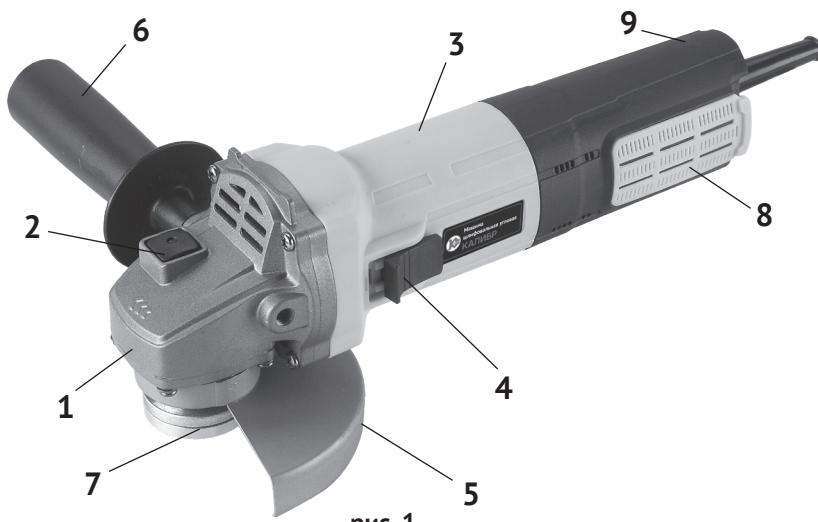

рис. 1
1.6 Общий вид шлифмашины представлен на рис.1
1.7 Шлифмашина состоит из коллекторного двигателя в пластиковом корпусе (рис.1 поз.3) и редуктора, расположенного в металлическом корпусе (рис.1 поз.1). Крутящий момент с якоря электродвигателя передаётся на шпиндель из 2-х конических шестерён, под углом 90° передаётся на шпиндель. На резьбу (M14) шпин-
деля, между опорным и зажимным фланцами (рис.1 поз.7), крепится рабочий инструмент (отрезной, полировальный круг). Шлифмашина комплектуется дополнительной рукояткой (рис.1 поз.6), с возможностью крепления к корпусу редуктора в 2-х позициях (справа или слева).
1.8 Инструмент имеет компоновку, при которой шлифмашина надёжно удерживается одной рукой, а большим пальцем удобно управлять ползунком выключателя (рис.1 поз.4), смещённым вперёд к редуктору. Второй рукой, при помощи боковой рукоятки, круг с высокой точностью и под нужным углом направляется на обрабатываемое изделие.
Ползунок выключателя (рис.1 поз.4) имеет два фиксированных положения: вперёд «I» - включено; назад «0» - выключено (стандарт МЭК 60417). Для включения двигателя в режим постоянной работы, сдвинуть ползунок вперёд и, нажав на его переднюю часть, зафиксировать в корпусе двигателя. Для отключения двигателя - нажать на заднюю часть ползунка (для расфиксации), пружиной он вернётся в исходное положение «0» - выключено.
3.2 Для замены щёток необходимо снять заднюю крышку (рис.1 поз.9). Извлечь использованный щётки из щёткодержателей и заменить их новыми. Щётки следует заменять парой для обеспечения равной степени их давления на